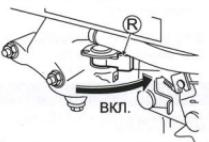

Рис. 5.
- Установите рычаг газа (E) в положение закрытой заслонки "N". (См. рис. 5.) (Двигатель можно запустить, установив рычаг в положение "V", когда двигатель теплый.)